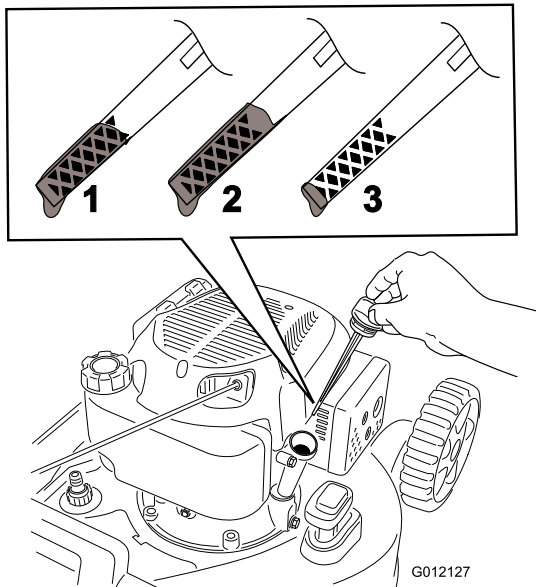

Figura 5
2. Retire la varilla (Figura 5).
**Nota:** Llene el cárter con aceite hasta que la varilla indique que el nivel del aceite del motor es correcto, según se muestra en Figura 5. Si usted llena demasiado el motor, vacíe el exceso de aceite siguiendo las instrucciones de la sección Cómo cambiar el aceite del motor.
3. Vierta aceite **lentamente** en el tapón de llenado de aceite, espere unos minutos y compruebe el nivel de aceite en la varilla limpiando la varilla e insertándola **sin enroscar** en el orificio (Figura 5).